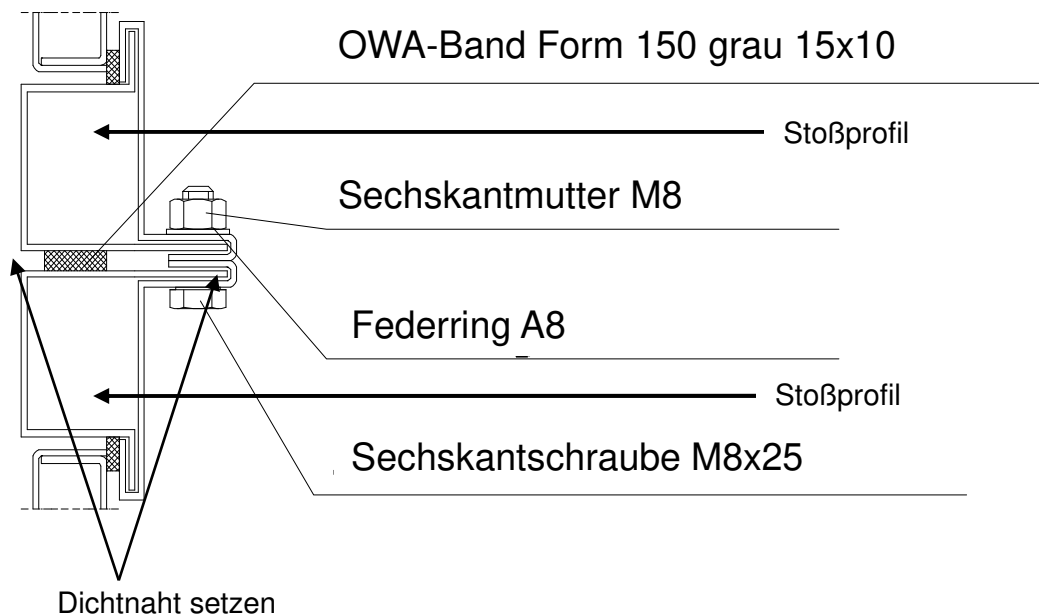

Bild 3.1: Darstellung der Bauteilverbindung mit Stoßprofilen
- Vor dem Zusammenbau ist die Stoßseite mit dem von ROX gelieferten **Dichtungsband** zu bekleben. Die Teile werden danach aneinander geschoben (siehe **Bild 3.1**).
Die **Bauteilverbindung an der Gerätestoßseite** erfolgt wie in **Bild 3.1** dargestellt. Hier werden die Stoßprofile mit entsprechenden Sechskantschrauben (M8x25), entsprechenden Federringen (A8) und entsprechenden Sechskantmutter (M8) befestigt.